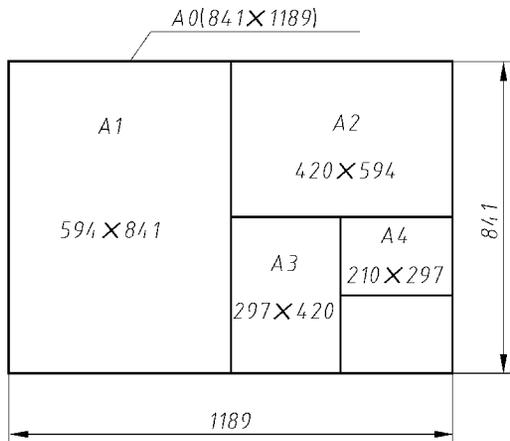

图 1.3.1 基本幅面的尺寸关系
(1) 应优先采用基本幅面(表 1.3.1)。基本幅面共有 5 种,其尺寸关系如图 1.3.1 所示。